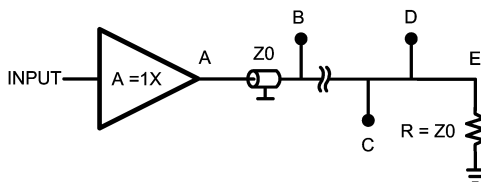

FIGURE 2.
- 1 つのバッファで 1 本の伝送線路上に存在する複数の負荷を駆動する (Figure 2 参照)
伝送線路の別の構成方法として、伝送線路の途中にある複数のポイントを経由したルーティングが考えられます (Figure 2)。設計上の制約に注意深く従えば、このような設計も実現可能です。制約を守らないとインピーダンスが不連続となり信号の劣化を招きます。Figure 2 の構成で、伝送線路はバッファ出力に接続され、線路遠端で Z_0 で終端されています。「伝送線路を経由して負荷を接続する」の項で、このような条件では伝送線路を伝わる信号はどこでも同じ電圧であり、その電圧はオペアンプ出力を開始点とする公称電圧に等しく、さらに遠端では反射が生じないことを説明しました。反射が存在しないため波形の干渉は起こりません。結果として信号振幅は線路のいずれのポイントでも同じです。以上の原理により、伝送線路途中にあるデバイスの入力インピーダンスが抵抗性が高く、かつ入力容量が小さければ、複数のデバイスに信号を供給できる可能性があります。その場合、デバイスが伝送線路に接続されている位置によって、信号遷移の到達時刻が異なる点に留意してください。真空中の光速はおよそ 3×10^8 m/sec ですが、伝送線路またはケーブルを通ると伝搬速度はおよそ 2×10^8 m/sec に低下します。1ns の間に信号が伝搬できる距離は次の式から求められます。